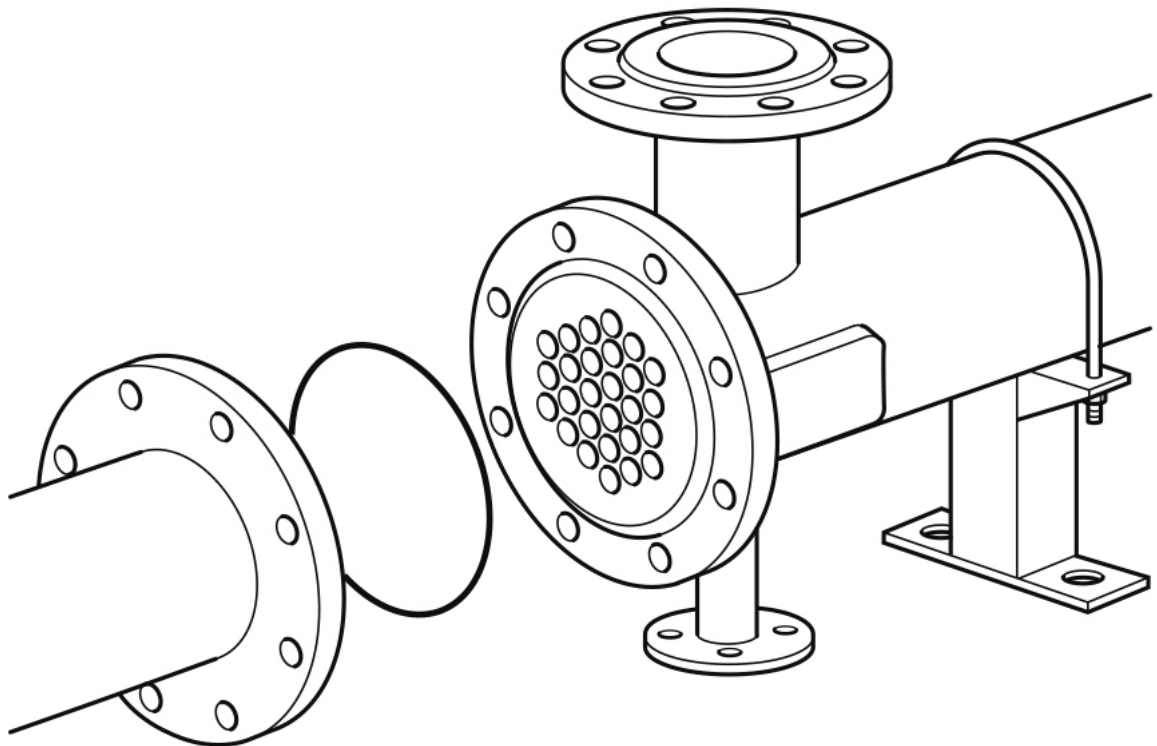

Fig. 13
- Remettre de nouveaux joints comme indiqué Fig. 13.